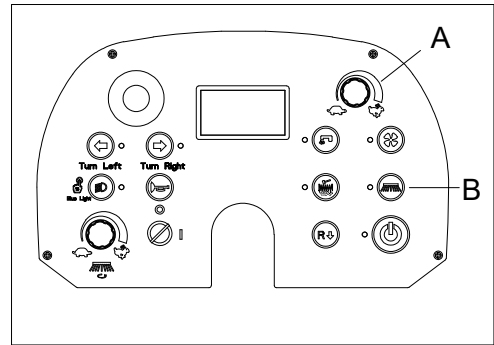

Figure 27
- Réglez le bouton de réglage de la vitesse (A, figure 27) afin de minimiser la vitesse de conduite.
- Appuyez sur le bouton de la brosse latérale (B, figure 27) afin d'abaisser la brosse latérale et de l'activer pendant environ une minute en appuyant sur la pédale d'accélérateur.